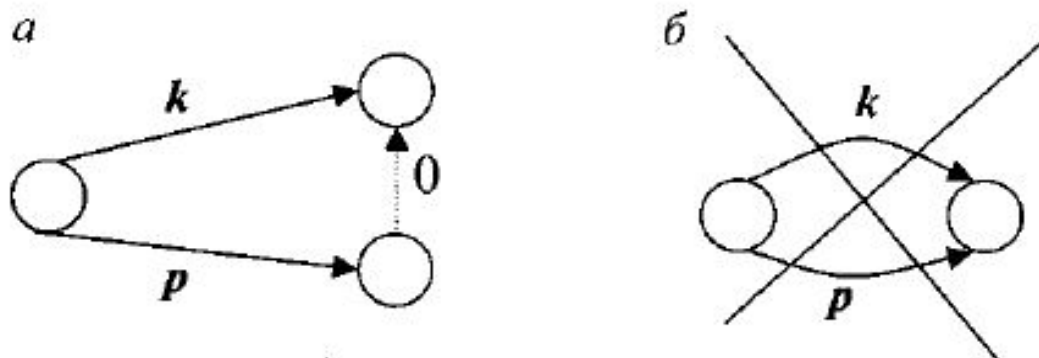

Рис. 2.2
4. Любая пара смежных событий должна быть связана только одной работой (рис. 2.2, а), т.е. не должно быть параллельных дуг (рис. 2.2, б).